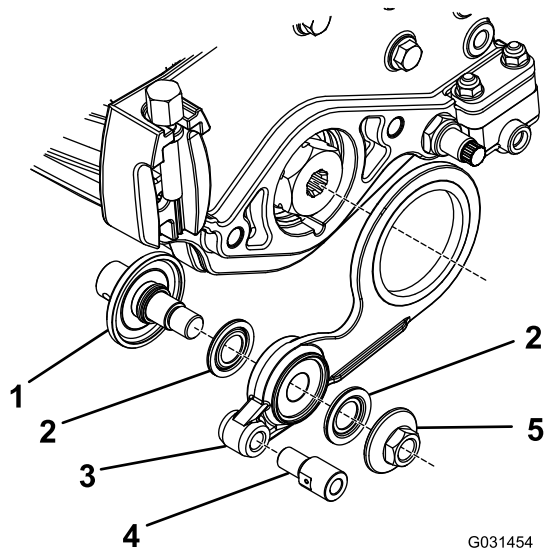

Figura 16
1. Monte las piezas sueltas en el conjunto de la polea tensora, tal y como se muestra en la Figura 16.
Nota: Instale las piezas 1 a 5 a la inversa si está instalando el conjunto de la polea tensora en el lado opuesto en la Figura 16.